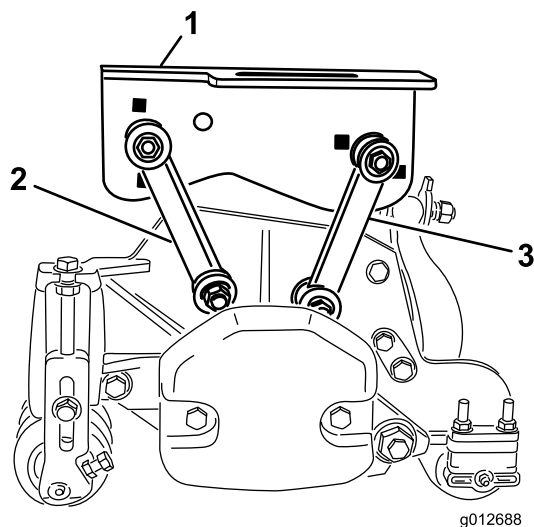

Figure 17
- Fixez les biellettes de montage avant dans les trous du bâti porteur central au moyen d'un boulon ($3/8'' \times 2 1/4''$), de 2 rondelles plates et d'un contre-écrou, comme montré à la Figure 17. Placez une rondelle de chaque côté de la biellette lors du montage. Serrez les fixations à 42 N·m.
- Fixez les biellettes de montage arrière dans les trous du bâti porteur central au moyen d'un boulon ($3/8'' \times 2 1/4''$), de 2 rondelles plates et d'un contre-écrou, comme montré à la Figure 17. Placez une rondelle de chaque côté de la biellette lors du montage. Serrez les fixations à 42 N·m.